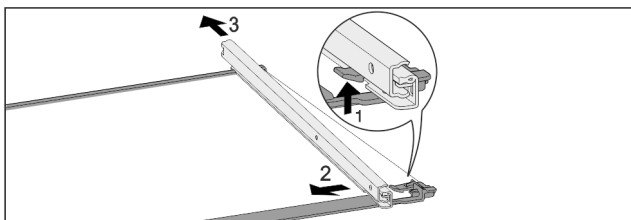

Fig. 69 Sklenená doska s koľajničkami
- ▶ Potlačte predný západkový hák nahor. Fig. 69 (1)
- ▶ Odsuňte vyťahovaciu koľajničku do strany Fig. 69 (2) a dozadu Fig. 69 (3).